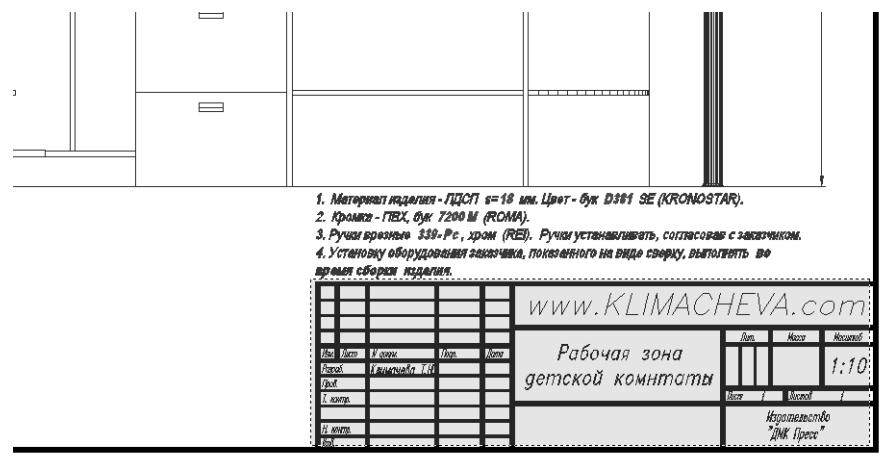

Рис. 13.10 ▼ Выделение основной надписи с помощью пересекающей рамки
3. AutoCAD предложит выбрать объекты, подлежащие копированию. С помощью пересекающей рамки выделите основную надпись, не захватывая рамки чертежа (рис. 13.10).